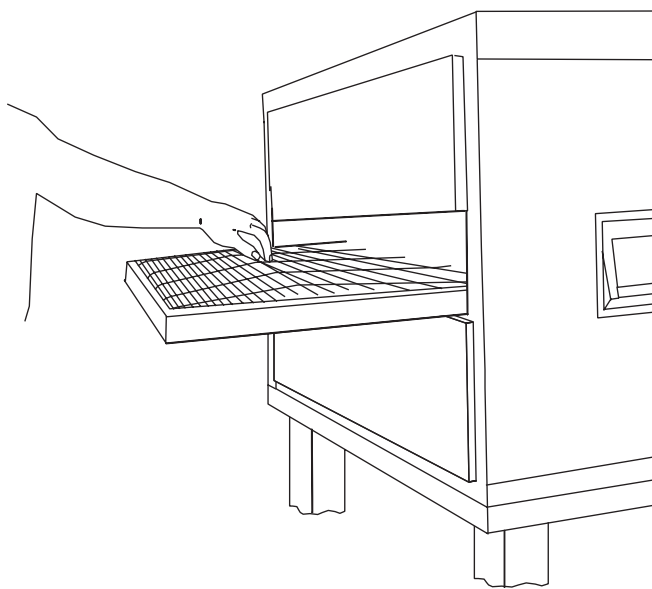

Figura 4-26.
2. Ajuste los tornillos de tensión de la correa (situados en la parte izquierda del horno) hasta que la desviación sea de entre 3" a 4" (75mm a 102mm) como se muestra en la Figura 4-26. Si la tensión es la correcta, pase al punto "J. Acoplar la cadena de distribución". Si la correa sigue estando demasiado floja, prosiga con el paso 3 que figura a continuación.